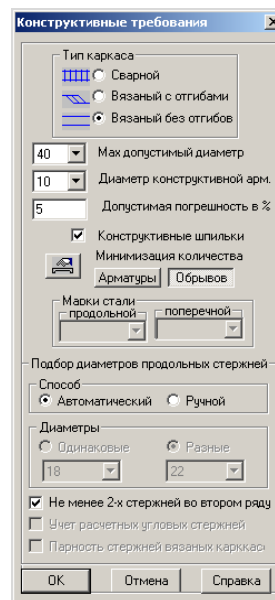

Рис.7.1.2. Окно диалога **Конструктивные требования**
- В окне диалога **Конструктивные требования** (рис.7.1.2) выполните следующие действия: